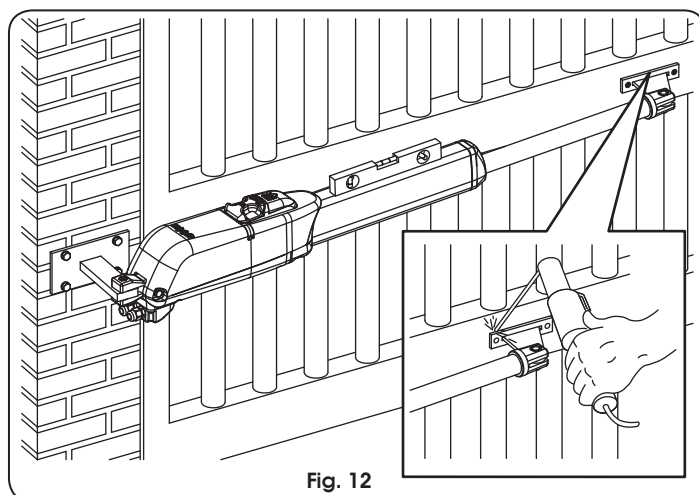

Fig. 12
9. Fechar a folha e, mantendo o operador em posição perfeitamente horizontal, identificar o ponto de fixação do suporte dianteiro (Fig. 12).
10. Fixar provisoriamente o suporte dianteiro através de dois pontos de solda (Fig. 12).